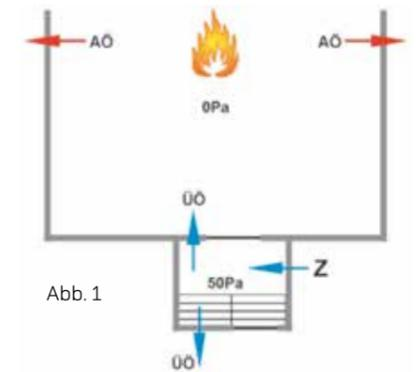
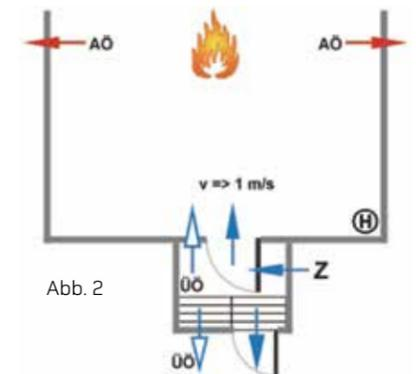
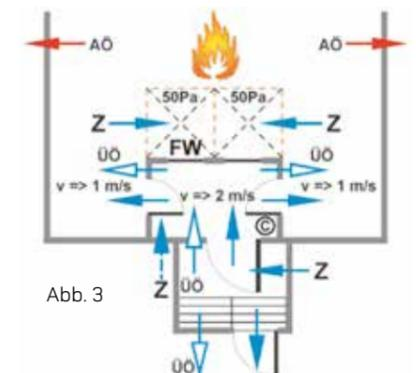

Abb. 1
Abb. 2
Abb. 3
Beide Richtlinien fordern, dass im geschützten Bereich (z.B. Stiegenhaus) ein Überdruck von 50 Pa zu einem nicht geschützten Bereich (z.B. angrenzenden Büro) herrscht, wenn alle Türen, die zum geschützten Bereich führen (alle Stiegenhaustüren) geschlossen sind. Dabei darf die Öffnungskraft einer Türe 100N nicht überschreiten. Hierfür sind Druckentlastungsöffnungen im geschützten Bereich vorzusehen. Siehe Abb. 1
Hiefür sind Abströmöffnungen bzw. -anlagen erforderlich, durch welche die aus dem geschützten Bereich in den Brandraum eintretende Luft wieder austreten kann, da ansonsten eine Strömung mit 1ms-1 bzw. 2ms-1 vom geschützten Bereich in den Brandraum nicht aufrecht erhalten werden kann. Siehe Abb. 2 bzw. Abb. 3
Eine DBA gemäß „Aufenthaltskonzept“ eignet sich besonders zum Nachrüsten in bestehende Gebäude oder als Ersatz für die üblichen Stiegenhaus Brandrauchentlüftungen (5% der Stiegenhausgrundrissfläche aber mindestens 1m²). Dimensionierungsbeispiel siehe Abb. 1, wobei jedoch die Eingangstüre zum Stiegenhaus als geschlossen angenommen werden kann.
ckelten Brandes von flüchtenden Personen frequentiert und nach der Evakuierung sind keine Personen mehr gefährdet. Einer Brandausbreitung über die Fassade kann durch einen wirksamen Feuerwehreinsatz im Außenangriff entgegengewirkt werden. (Beispiele: Bürogebäude, Hotels und kleinere Veranstaltungsstätten mit Ordnungsdienst, wobei die Höhe des höchsten gelegenen Fußbodens über dem tiefsten Punkt des angrenzenden Geländes nicht höher als 32 m sein sollte) Dimensionierungsbeispiel siehe Abb. 1 und Abb. 2.
- Die Zugänge müssen aus Überdruckbereichen (z. B. Schleuse) erfolgen oder es muss ein zweiter sicherer Ausgang vorhanden sein (siehe Abb. 1).